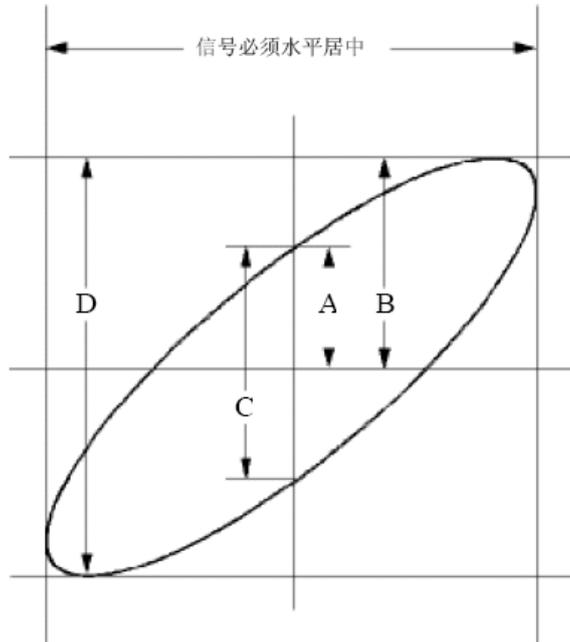

图 3-7: 李沙育 (Lissajous) 图形
- (1) 将示波器前面板的 **+/-/XY** 选择开关设置于 **XY** 档。
- (2) 将探头上的开关根据需要设定为 **1X** 或 **10X** (参见P8的“探头衰减系数设定”)。
- (3) 将示波器前面板Y输入端的探头连接至要显示在Y轴(垂直轴)的信号, 将X输入端的探头连接至要显示在X轴(水平轴)的信号。
- (4) 转动 **Volts/DIV** 旋钮设置Y轴信号的垂直档位。X轴信号的垂直档位固定为 **0.5V/DIV**。
- (5) 转动 \diamond Position 调节波形的垂直位置。转动 \triangleleft Position 调节波形的水平位置。
- (6) 应用椭圆示波图形法观测并计算出相位差。见图 3-7。